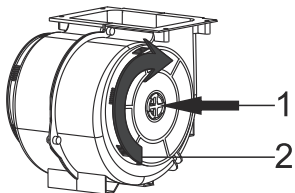

Fig. 5: KUL5 & KUL& kolfilter
- 1-Placera kolfiltret på motorn (Fig. 5).
- 2-Vrid kolfiltret medurs och se till att det sitter fast ordentligt (Fig. 5).